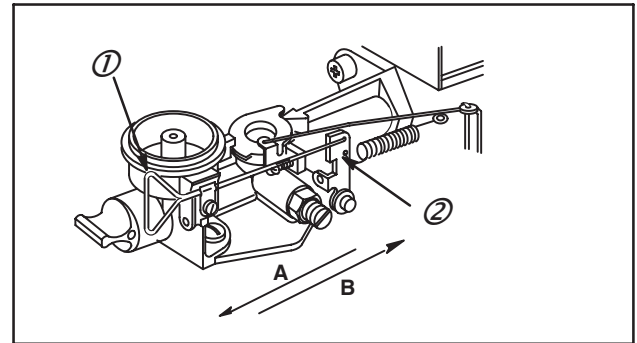

Fig. 24
Tirer la tige (1) pour augmenter la vitesse (A), ressort de régulateur dans ce trou (2) du levier de réglage du régime, Fig. 24.